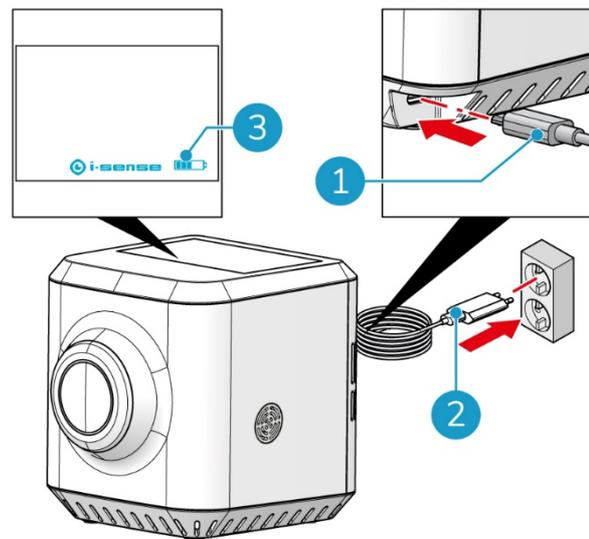

Abbildung 6
1. Stecken Sie das USB-Kabel in den USB-Anschluss (Abbildung 6, Pos. 1).
2. Stecken Sie das Ladegerät in eine Steckdose (Abbildung 6, Pos. 2).
3. Das Display zeigt, dass der Akku mittels USB geladen wird (Abbildung 6, Pos. 3).